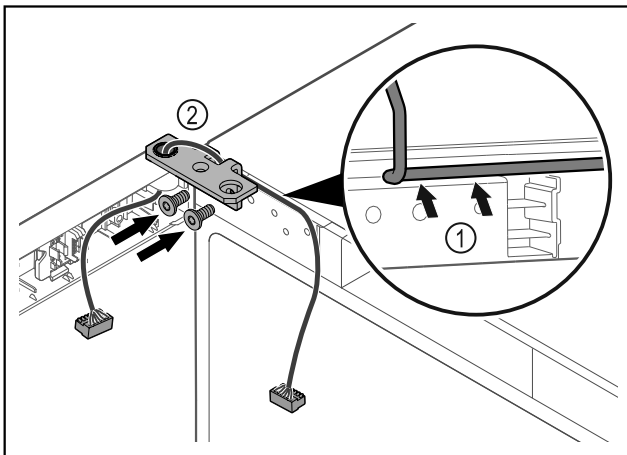

Fig. 40
- ▶ Кабель провести через виїмку шарнірного кутика і обережно прокласти Fig. 40 (1).
- ▶ Накрутити шарнірний кутик Fig. 40 (2).